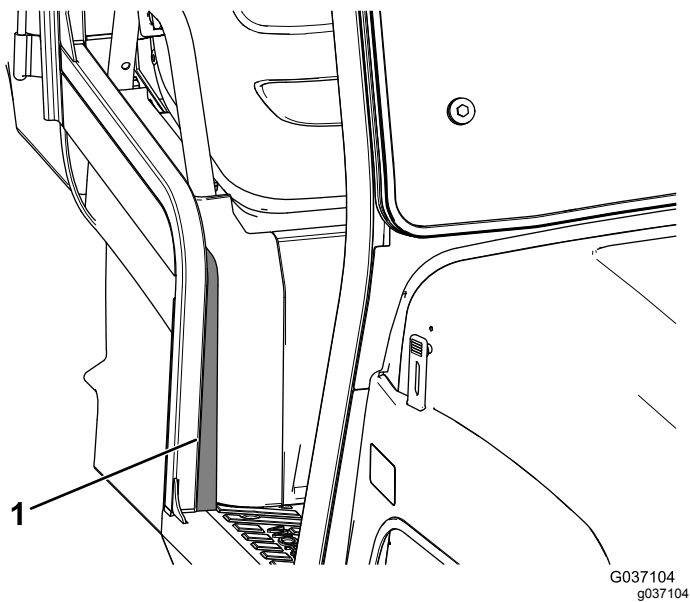

Figura 16
13. Retire la parte posterior de la junta de espuma y fíjela a la derecha de la máquina (Figura 16).